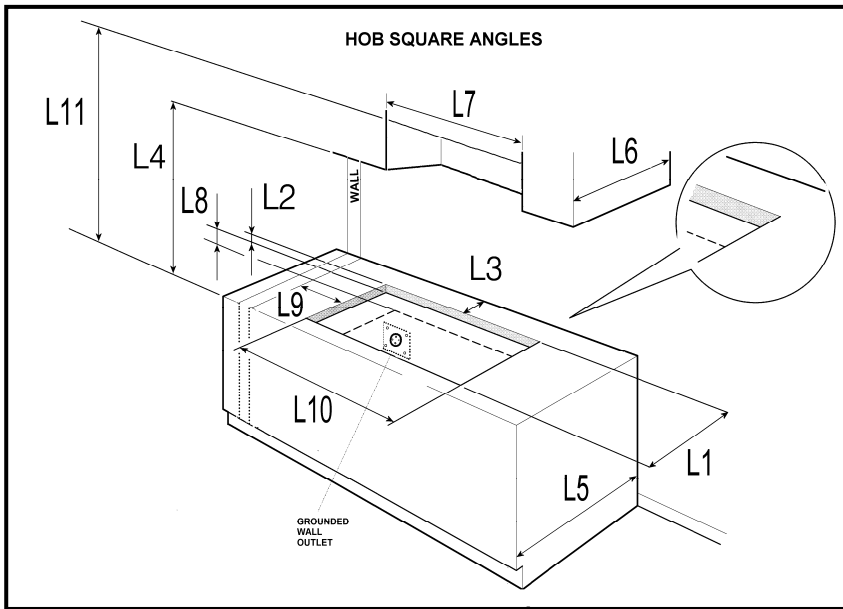

Fig 1
**Pour le positionnement de la prise au mur pour le branchement de la bonde de mise à terre à trois pôles de l'appareil, voir les indications illustrées en Fig. 1- 2**